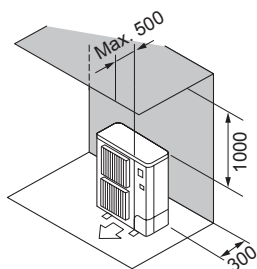

Fig. 2-4
- ② Obstacles à l'arrière et au-dessus (Fig. 2-4)